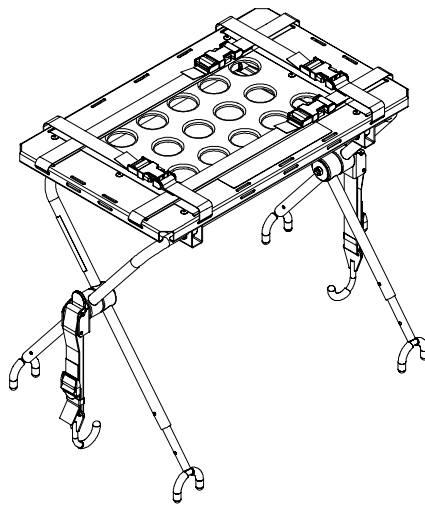

Рисунок 25 – Раскройте ножки платформы дефибриллятора
2. Раскройте и выдвиньте ножки платформы дефибриллятора (Рисунок 25).